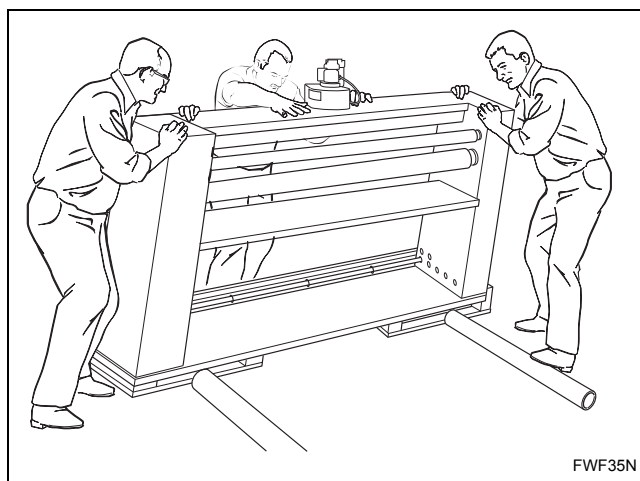

Figura 6
5. Collocare due rulli sul pavimento in prossimità della finitrice. Consultare la *Figura 6*.
7. Abbassare lentamente la finitrice dal pancale posandola sui primi due rulli, facendo attenzione a mantenere livellata l'unità. Consultare la *Figura 6*.